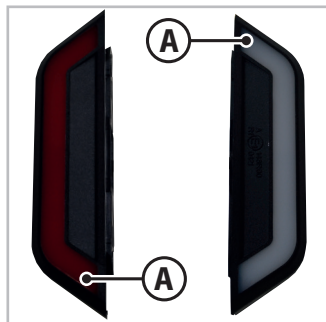

Fig. 7.4 - Luci di ingombro laterali
2. Smontare il coperchio bianco-rosso (A - Fig.7.4) rimuovendo le viti di fissaggio.
5. Rimontare il coperchio bianco-rosso (A - Fig.7.4) utilizzando le viti di fissaggio precedentemente rimosse.